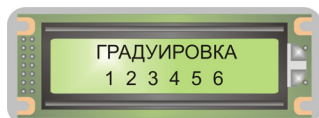
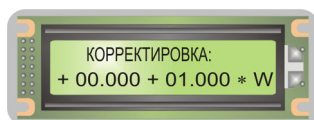

Рис. 1.2. Вид общего меню режима «Градуировка» на ЖКИ БУК.
Рис. 4.2. Вид ЖКИ БУК при вводе коэффициентов корректировочного выражения.
1.4. На цифровой клавиатуре БУК нажать кнопку «ГРАД», ввести пароль «16729», на ЖКИ БУК после ввода пароля высвечивается общее меню режима «Градуировка» (см. рис. 1.2).
1.5. Нажать кнопку «1», затем «ВВОД». В соответствии с таблицей 2, приведенной во «Влагомер поточный «Микрорадар-113». Блок управления и контроля. Руководство по эксплуатации» (РЭ113.002-03), ввести название контролируемого материала, нажать кнопку «ВВОД», прибор перейдет в общее меню режима «Градуировка» (см. рис. 1.2).
1.7. Нажать кнопку «ВВОД», при этом влагомер перейдет в общее меню режима «Градуировка» (см. рис. 1.2).
4.2. Нажать кнопку «ГРАД», ввести пароль «16729», на ЖКИ БУК после ввода пароля высвечивается общее меню режима «Градуировка» (см. рис. 1.2).
4.5. Аналогичным образом ввести остальные коэффициенты, а также значение Tn, после ввода численного значения последнего и подтверждения его кнопкой «ВВОД» влагомер переходит в общее меню режима «Градуировка» (рис. 1.2).
4.6.1. При нахождении влагомера в общем меню режима «Градуировка» (рис. 1.2) нажать на цифровой клавиатуре БУК кнопку «4», затем «ВВОД», при этом на ЖКИ БУК откроется корректировочное выражение (рис. 4.2), мигающий курсор находится на первом слагаемом, он указывает разряд числа, который будет отредактирован при очередном нажатии цифровой кнопки.
4.6.2. При помощи цифровых кнопок клавиатуры БУК ввести первое слагаемое «00.000», нажать кнопку «ВВОД», ввести «+01.000*W» во втором слагаемом, нажать кнопку «ВВОД» (на ЖКИ высветится рис. 1.2).